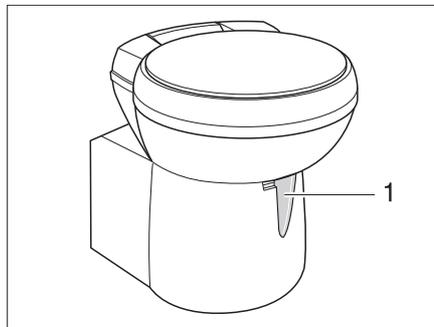

Bild 154 Thetford-Toilettenschüssel, schwenkbar
- Vor dem Spülen den Schieber der Thetford-Toilette öffnen. Dazu den Schieberhebel (Bild 154,1) entgegen dem Uhrzeigersinn schieben.